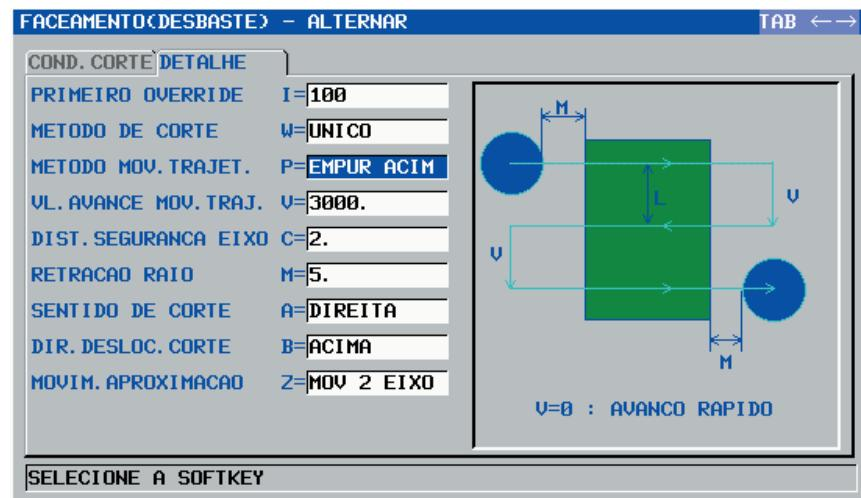

Figura 52 - Janela “DETALHE” - Ciclo de Faceamento
- Preencher os campos conforme a figura 52